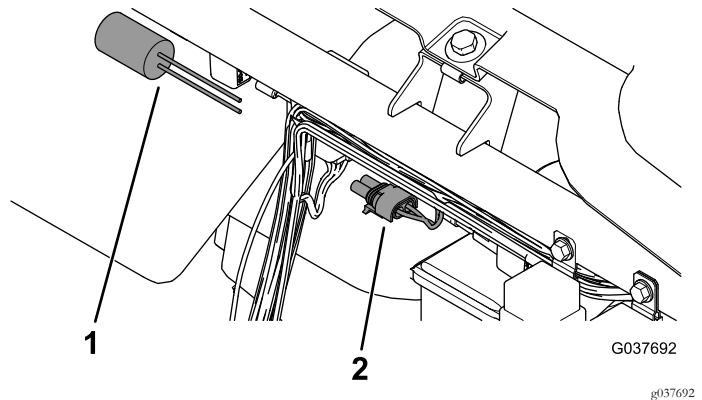

Figura 9
4. Collegate il timer di ritardo preesistente nel nuovo connettore del cablaggio preassemblato indicato come "modulo di ritardo di un secondo" (Figura 9).